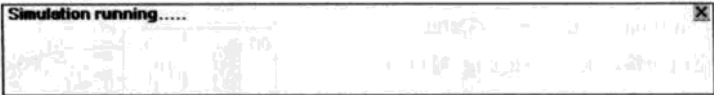

图 16.44 等待触发事件
(9) 在 Stateflow Debugging 窗口中, 单击 Step 按钮, 让仿真前进一步。在 Stateflow Debugging 窗口上端就会显示如图 16.44 所示。